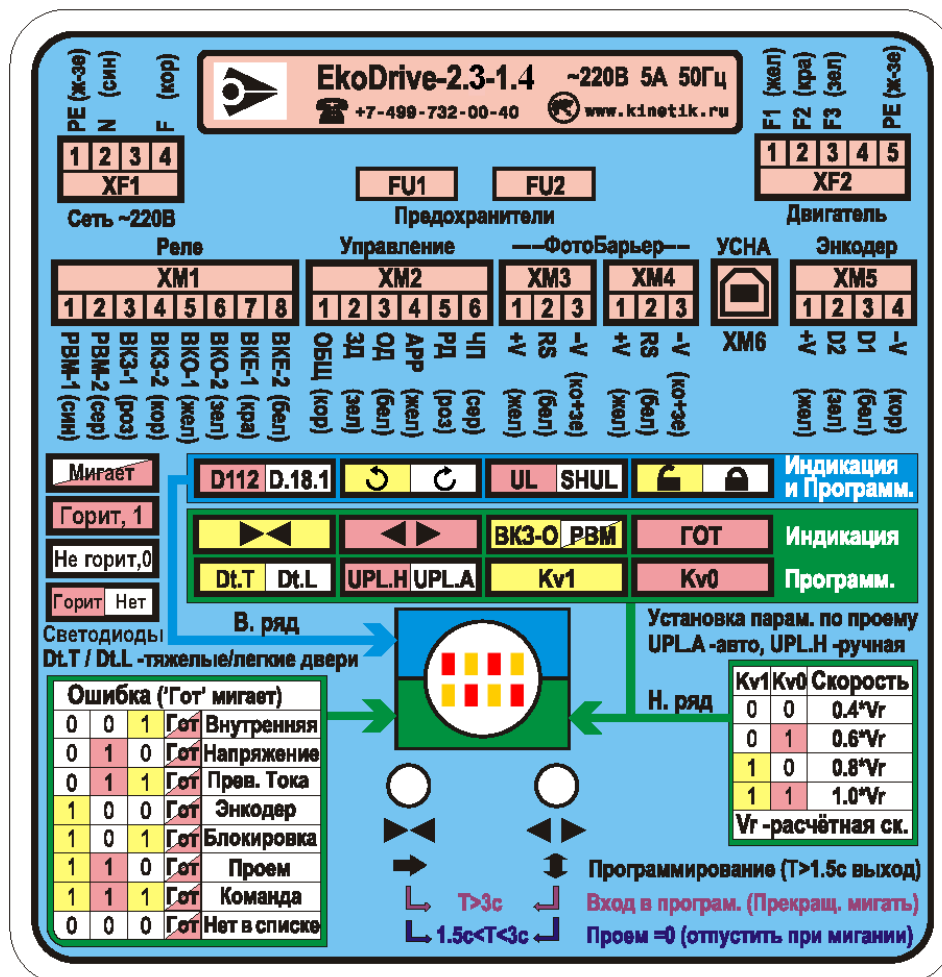

Рис. 3. Схема подключения внешних контактов *Устройства*, если провода от XM1 и XM2 выводятся отдельными кабелями по 8 и 6 проводов соответственно.
3.4.1. На **рис.2** показана блок-схема подключения внешних контактов *Устройства*. На **рис.3** показаны и подписаны отдельные контакты каждого из разъемов *Устройства*.
3.5.7.2. Верхний ряд из 4х светодиодов (рис.3.1) показывает одинаковую информацию во всех режимах отображения информации: ‘Индикация’, ‘Программирование’ и ‘Ошибка’. На наклейке (рис.3) ряды светодиодов подписаны справа и выделены разными цветами, стрелками показано, к какому ряду они относятся.
3.5.7.3. Верхний ряд светодиодов на наклейке подписан справа как ‘Индикация и программ.’ (рис.3).
3.5.7.4. В верхнем ряду светодиоды показывают, слева направо (рис.3, 3.1):
- средний ряд – используется для режима отображения информации **‘Индикация’** и подписан справа как **‘Индикация’** (рис.3, 3.2),
- а самый нижний ряд – используется для режима отображения информации **‘Программирование’** и подписан справа как **‘Программ.’** (рис.3, 3.4).
3.5.7.7. Нижний ряд светодиодов для режима отображения информации **‘Ошибка’** расположен отдельно и сделан в виде таблицы с кодами ошибок (рис.3, 3.3). Таблица сверху подписана как **‘Ошибка (‘ГОТ’ мигает)’**.
3.5.8.2. **Таблица** кодов ошибок показана в нижнем левом углу наклейки (рис.3, 3.3).